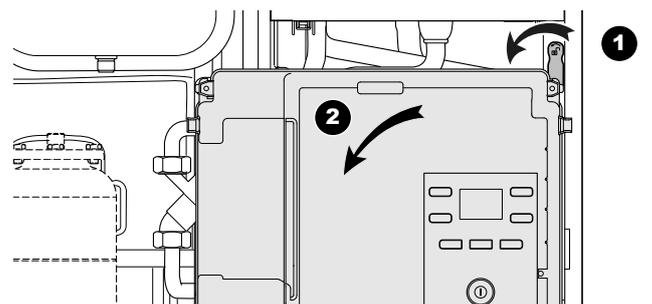

Abb. 29 -Schwenken des Schaltkastens
- Schaltschrank drehen (Abb. 29).